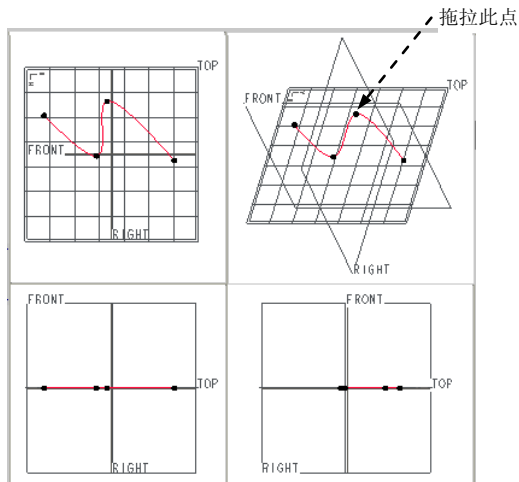

图 8.2.14 四个视图状态（二）
Step9. 拖移“平面”ISDX 曲线上的点。单击 **样式** 功能选项卡 **曲线** 区域中的“曲线编辑”按钮 。在图 8.2.14 所示的“左下”视图选取一点进行拖移，此时将发现，无论怎样拖移该点，该点只能左右移动，而不能上下移动（即不能离开活动平面——TOP 基准平面），尝试其他的点，也是如此，这是因为我们创建的曲线是一条位于活动平面上的“平面”曲线。